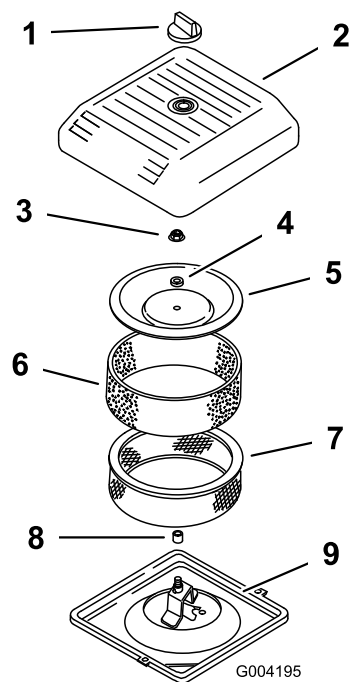

Рисунок 40
3. Отверните ручку и снимите крышку воздухоочистителя (Рисунок 40).
4. Осторожно снимите фильтр предварительной очистки из пеноматериала с бумажного элемента (Рисунок 40).
5. Выверните гайку крышки и снимите крышку, проставку и фильтр с бумажным фильтрующим элементом (Рисунок 40).
2. Установите узел воздухоочистителя на его основание (Рисунок 40).
3. Установите крышку, проставку и закрепите их гайкой крышки (Рисунок 40). Затяните гайку с моментом 11 Н·м.
4. Установите крышку воздухоочистителя и закрепите ручкой (Рисунок 40).